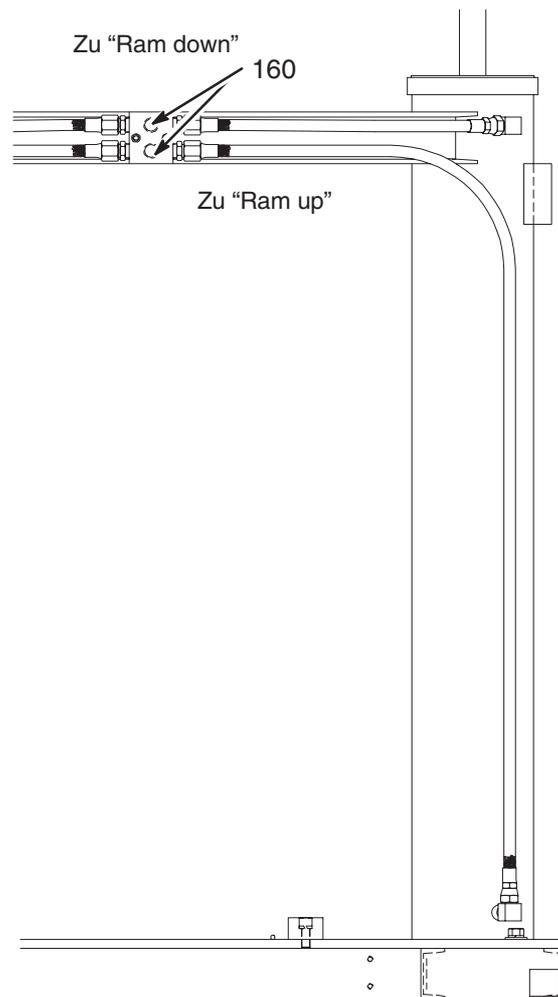
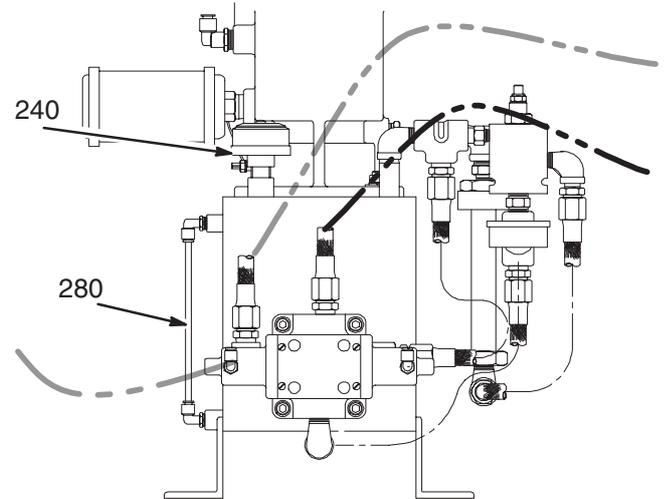

Abb. 25
Abb. 26
4. Einen Behälter zum Auffangen des auslaufenden Materials bereithalten und die Hydraulikleitungen vom Hydraulikverteiler lösen ((160) in Abbildung 25).
6. Die geregelte Druckluftzufuhr am unteren Loch (Ram oben) (160) anschließen.
- a. Die Hydraulikleitungen gut am Verteiler befestigt sind (160 in Abb. 25).
1. Sicherstellen, daß die Hydraulikleitungen gut am Verteiler befestigt sind (160 in Abb. 25).
2. Das Belüftungsloch (240) vom Hydraulikmotor abnehmen.
4. Die Ram weiter anheben und gleichzeitig den Pegel an der Flüssigkeitspegelstandanzeige (Abbildung. 26) beobachten.